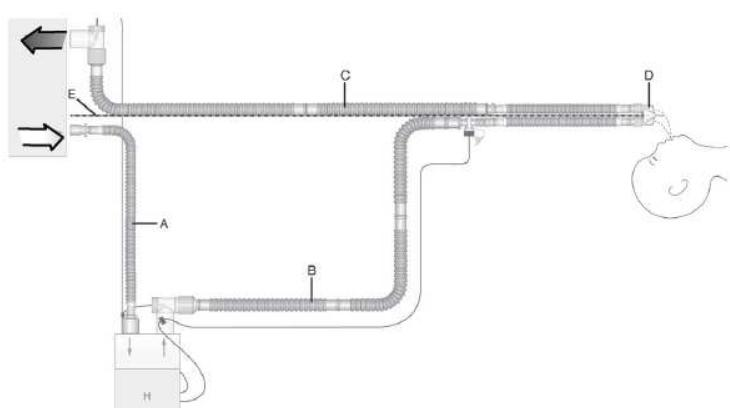

Figure 1.
6. Assurez-vous que l'humidificateur est installé plus bas que le patient et le respirateur. Consultez la Figure 1.
3. Raccordement du circuit respiratoire (Figure 1)
- Attachez la branche sèche (A) au port inspiratoire du respirateur et au port de la chambre.
- Raccordez le coude de la branche inspiratoire verte (B) à l'autre port de la chambre.
- Raccordez la branche expiratoire (C) au port expiratoire du respirateur.
- Raccordez la ligne de régulation de la pression (E) au port de régulation de la pression du respirateur (le cas échéant).